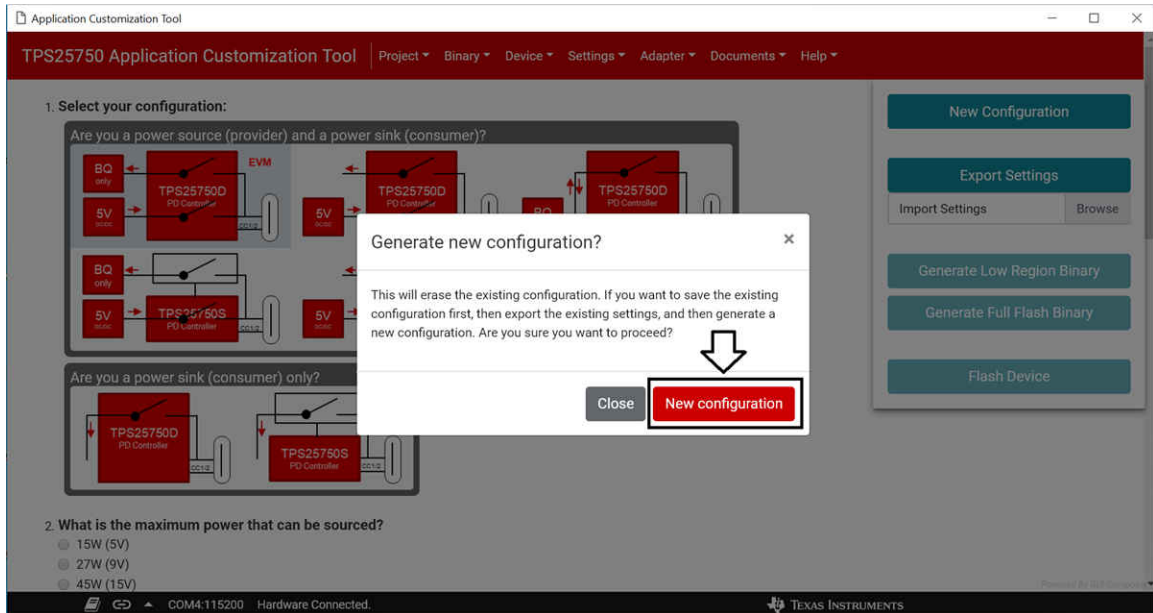

图 3-2. 可以通过点击箭头指向的按钮来生成新配置
- 显示模式窗口后，请点击红色的 *New configuration* 按钮，如图 3-2 所示。这将重置表单上的任何现有配置。